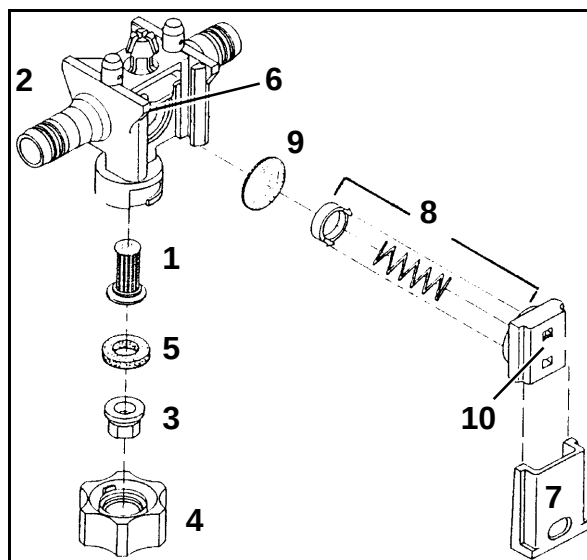

Рис. 197
1. Время от времени контролируйте посадку шибера (Рис. 197/7). Для этого задвиньте шибер в головку форсунки (Рис. 197/2), насколько позволит умеренная сила пальца. Шибер в новом состоянии не задвигайте до убора.
1. Фильтр форсунки (Рис. 197/1) установите снизу в корпус форсунки (Рис. 197/2).
2. Форсунку (Рис. 197/3) вложите в байонетную гайку (Рис. 197/4).
3. Вложите резиновое уплотнение (Рис. 197/5) над форсункой.
Отложения в посадочном месте мембраны (Рис. 197/6) являются причиной для подтекания форсунок при отключенных штангах. Соответствующую мембрану необходимо чистить следующим образом:
1. Выдвиньте задвижку (Рис. 197/7) из корпуса форсунки (Рис. 197/2) по направлению к байонетной гайке.
2. Извлеките пружинный элемент (Рис. 197/8) и мембрану (Рис. 197/9).
3. Почистите посадочное место мембраны (Рис. 197/6).
Следите за правильным направлением установки пружинного элемента. Выступающие края, с правой и левой стороны корпуса пружинного элемента (Рис. 197/10) должны быть направлены при сборке в сторону профиля штанг.